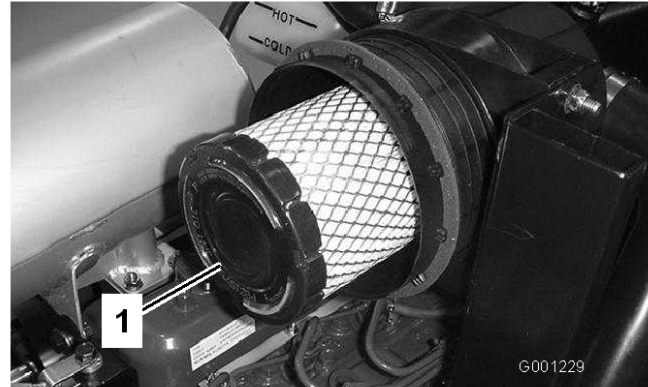

Bild 47
4. Entfernen und wechseln Sie den Hauptfilter aus (Bild 47).